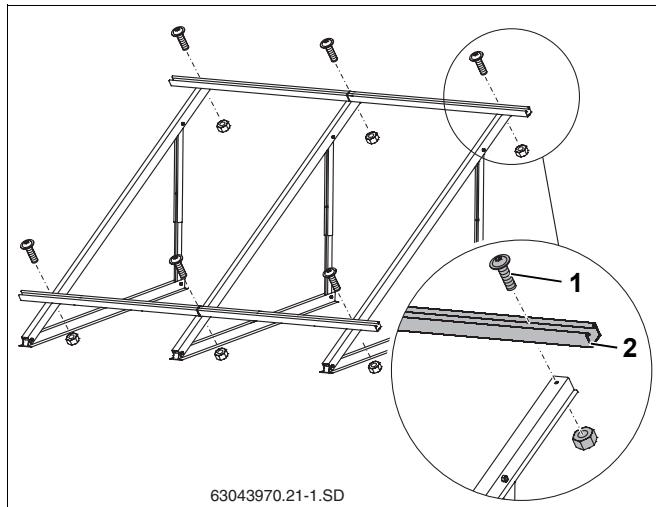

Рис. 34 Монтаж профильных реек (здесь: для 2 вертикальных коллекторов)
- Предварительно собранные профильные рейки (рис. 34, поз. 2) слегка закрепить винтами M8x20 (рис. 34, поз. 1) так, чтобы можно было их выровнять.